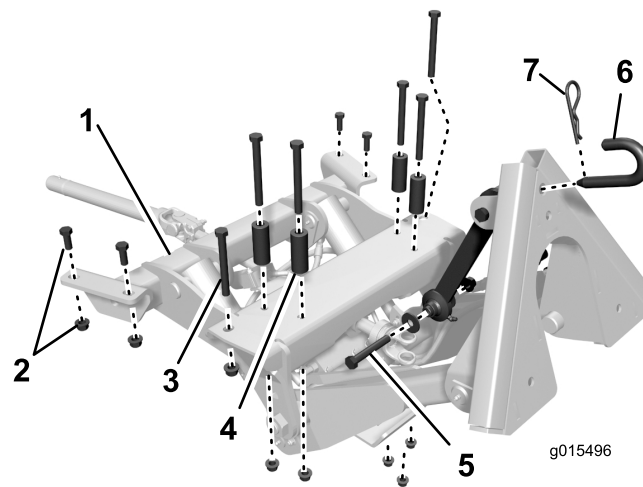
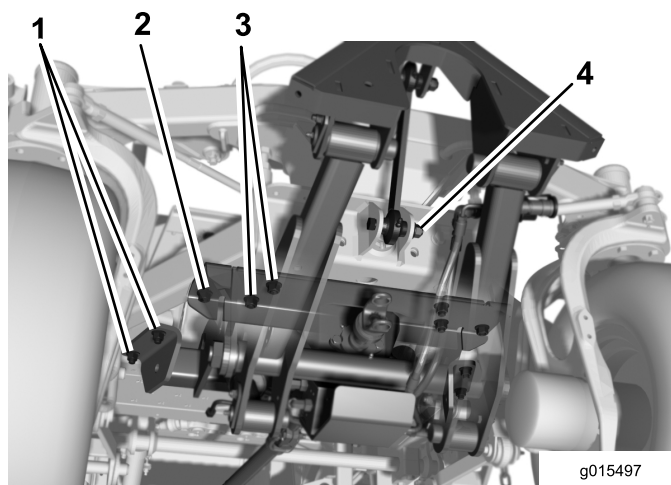
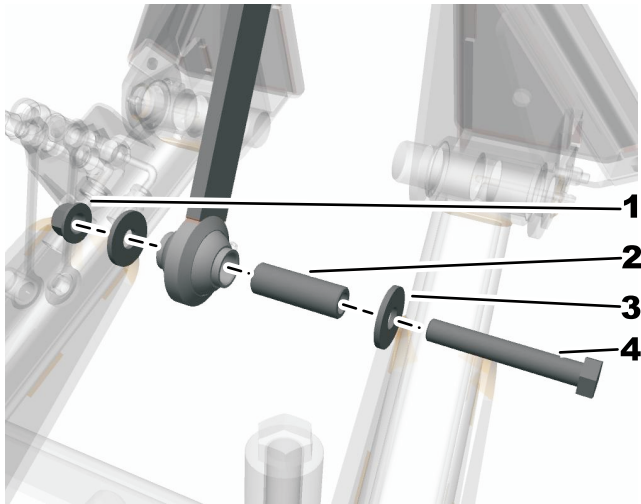

Figura 5
Figura 6
Figura 7
1. Figura 5 mostra a vista superior do local, posicionamento e dimensão dos dispositivos de fixação utilizados para prender a estrutura de ligação frontal à parte inferior da estrutura da unidade de tracção.
5. Na parte frontal do acessório, prenda o furo exterior, em cada lado, aos canais da estrutura com um parafuso 1/2 x 4-1/2 pol. e porca flangeada de 1/2 pol. (Figura 6).
6. Na parte de trás do acessório, instale sem apertar cada lado aos canais da estrutura com 2 parafusos 1/2 x 1-1/4 pol. e porcas flangeadas de 1/2 pol. (Figura 6).
7. Utilizando os restantes 4 furos de montagem, prenda o acessório à placa transversal da estrutura com parafusos de 1/2 x 4-1/2 pol., espaçadores e porcas flangeadas de 1/2 pol. (Figura 6). Posicione os espaçadores entre a cabeça do parafuso e a placa transversal.
9. Prenda o conjunto articulado ao suporte do eixo com o parafuso de 1/2 x 3-1/4 pol., 2 anilhas de suporte e porca de bloqueio de 1/2 pol. (Figura 5 e Figura 6). As anilhas devem ser posicionadas no lado de fora das orelhas no suporte do eixo. Instale o espaçador e aperte a 91-113 N m (Figura 7).